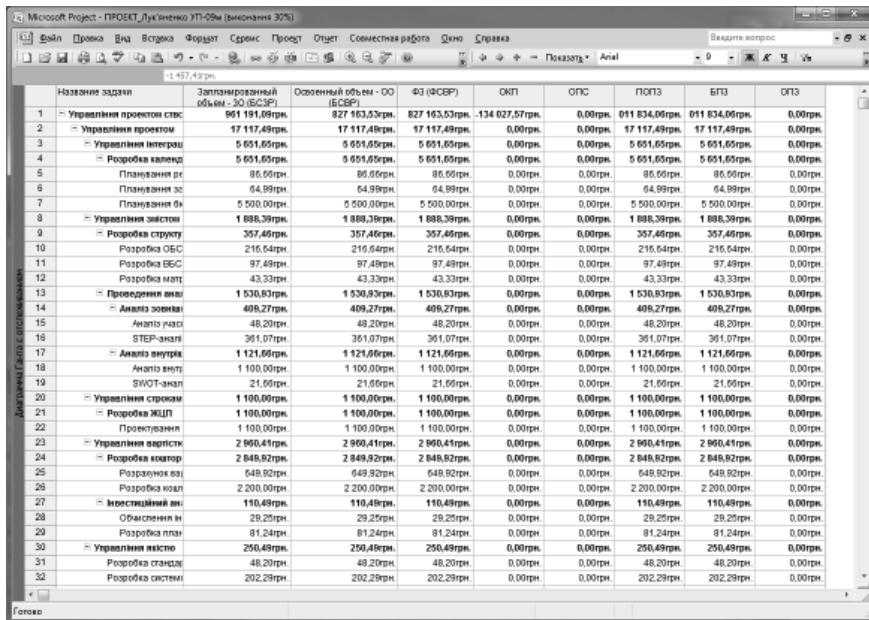

Рис. 28. Звіт з освоєного обсягу
3. Із списку таблиць виберіть **Освоєний обсяг** і натисніть на кнопку **Застосувати** (рис. 28).
Після того як звіт створений, його можна змінити, клацнувши на кнопці **Змінити** в діалоговому вікні перегляду списку звітів (див. рис. 28). Клацнувши на кнопці **Копіювати**, можна відредактувати звіт і зберегти його з новою назвою. При цьому залежно від типу змінованого звіту відкривається діалогове вікно редагування властивостей звіту буде повторювати одне з тих, що ми розглядали.